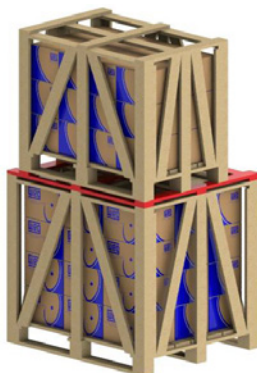

Figura 29 - Utilização de sarrafos adicionais para empilhamento.
- 4) Para o empilhamento de um volume menor sobre um volume maior, acrescentar sarrafos transversais entre os mesmos quando o maior não oferecer resistência ao peso do menor (ver Figura 29). Esta situação normalmente ocorre com os volumes dos motores de carcaça acima da IEC 225S/M (NEMA 364/5T).